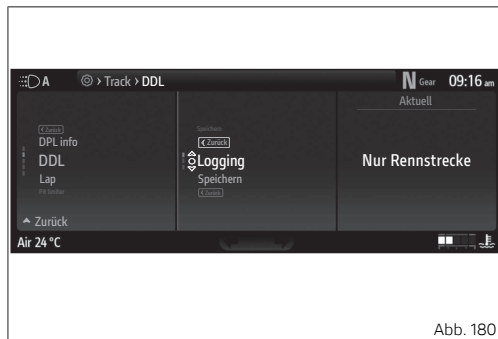

Abb. 180
Die Angaben „Logging“ und „Speichern“ werden in der Mitte angezeigt, während der aktuelle Status (Abb. 180 S.238) auf der rechten Seite zu sehen ist.
- Die Angabe „Logging“ (Abb. 180 S.238) markieren, dann die Taste **○** drücken.